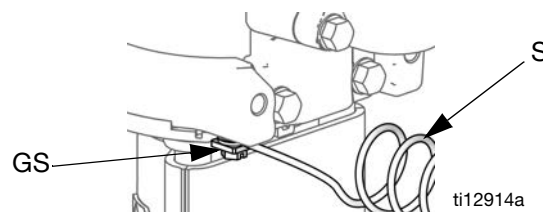

FIG. 2. Jordskruv och -kabel
1. Pump: Se FIG. 2. Kontrollera att jordskraven (GS) är fastsatt och säkert åtdragen på tryckluftmotorn. Koppla den andra änden av jordledningen (S) till en god jordpunkt.